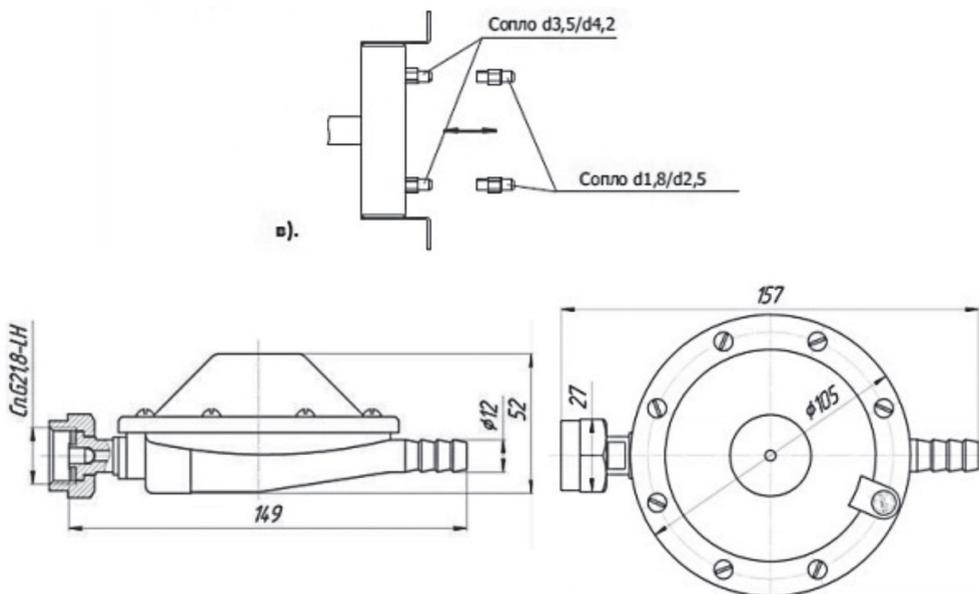

Рисунок 11 - Схема переналадки изделия для работы на сжиженном газе
1. Открутить с фланца пилотной (запальной) горелки гайку и ниппель инжектора с трубкой медной, снять инжектор для запальной горелки (Рисунок 11а). Взамен его установить в пилотную горелку инжектор под сжиженный газ из комплекта по переналадке. Закрепить трубку медную на фланце горелки ниппелем инжектора с помощью гайки инжектора. Убедиться в надежной фиксации.
2. Снять с клапана газового SIT NOVA 820 ограничитель давления (латунный колпачок на верхней части клапана), находящийся под заглушкой пластмассовый установочный винт и пружину (Рисунок 11б) и заменить их ограничителем давления под сжиженный газ из комплекта переналадки. Момент затяжки ограничителя давления - 1 Нм.
3. Снять с газовада сопла и заменить их соплами из комплекта (Рисунок 11в). В зависимости от мощности горелки сопла отличаются количеством и диаметрами проходных сечений (Таблица 3), поэтому важно производить замену только на сопла с соответствующей маркировкой